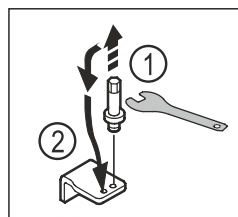

Fig. 19
- Draai de bout van de onderste lagersteun los met een SW5-inbussleutel. Fig. 19 (1)
- Plaats de bout aan de andere kant. *Fig. 19 (2)*